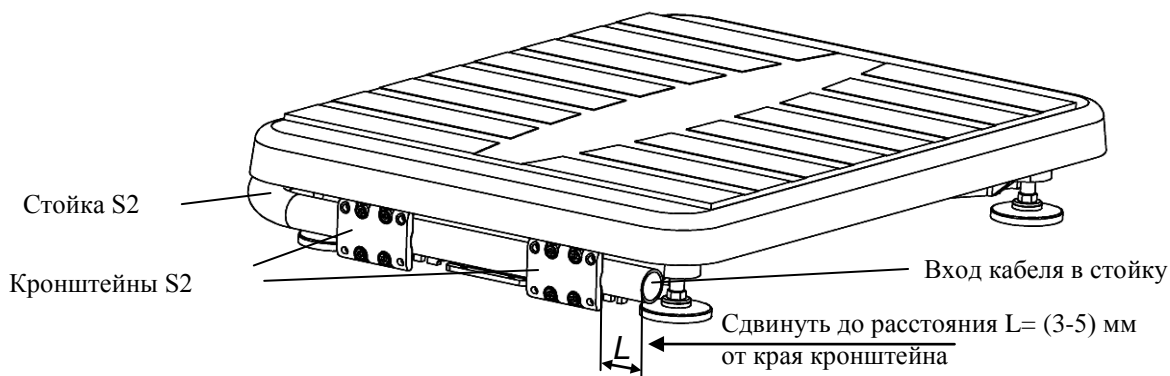

Рис. 6.2 - Крепление круглой вращающейся стойки к основанию весовой платформы
- В основании весов сдвинуть стойку в направлении указанном стрелкой (Рис. 6.2), обеспечив расстояние  $L = (3-5)$  мм от ее края до края кронштейна.
- Излишек кабеля на входе в стойку (Рис. 6.2) заправить внутрь стойки.